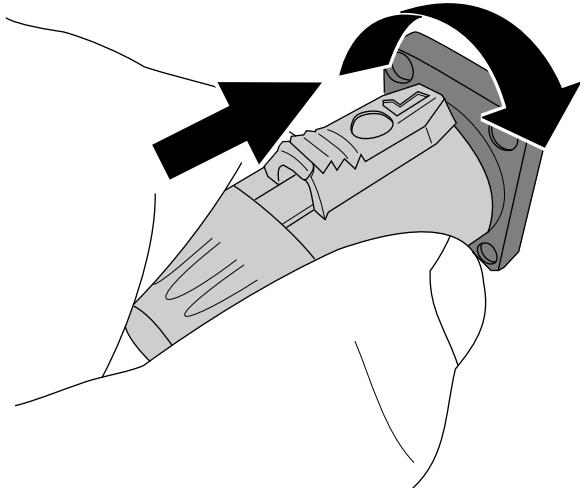

Figura 35
4. Conecte el cargador al conector del cargador y gire el conector en sentido horario para sujetarlo (Figura 35).